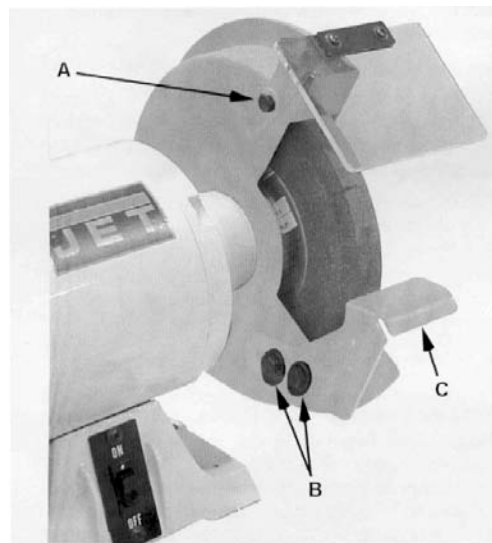

Рис.4
1. Ослабьте винты (А, Рис. 4).
1. Ослабьте винты (В, Рис. 4) при помощи 12 мм гаечного ключа.